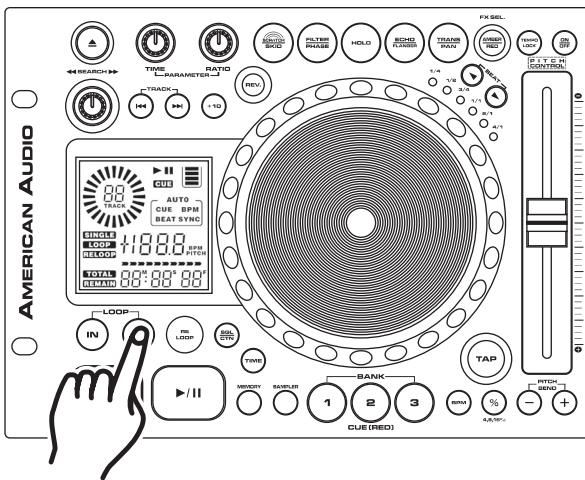

Figura 20
- Presione el BOTÓN OUT (24) para fijar el punto de finalización del RULO CONTINUO (Figura 20). Las señales LED correspondiente al BOTÓN IN (25) y OUT (24) comenzarán a titilar rápidamente para indicar que el modo rulo continuo (SEAMLESS LOOP) acaba de activarse.